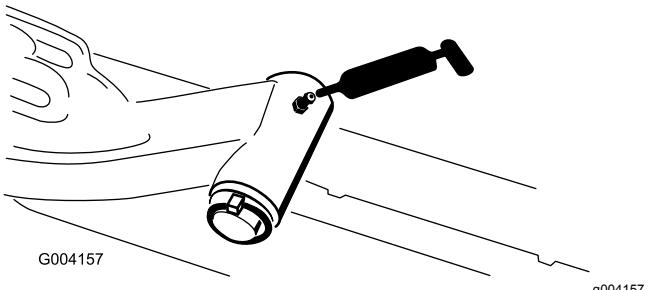

Figura 41
- Albero del perno del braccio di sollevamento (1 cad.) (Figura 41)